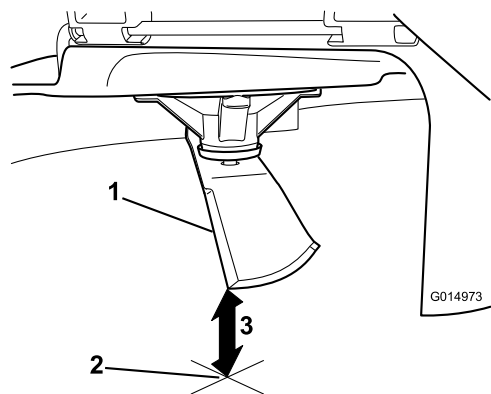

Figura 60
3. Măsurai de la vârful lamei până la suprafața plană (Figura 60).